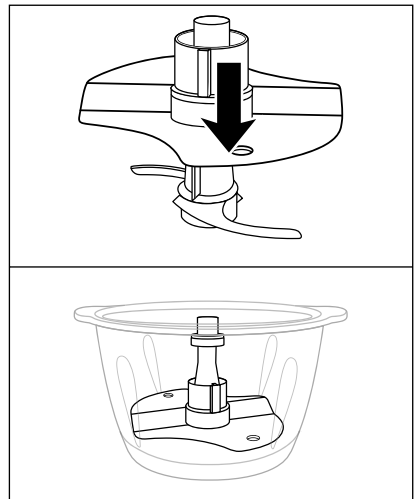

Abb. 1
- Um 200 - 400 ml Sahne zu schlagen, stecken Sie den Emulgieraufsatz **12** so auf den Messereinsatz **7**, dass der Emulgieraufsatz **12** auf beiden Teilen des Messers **8** aufliegt und einrastet (Abb.1):